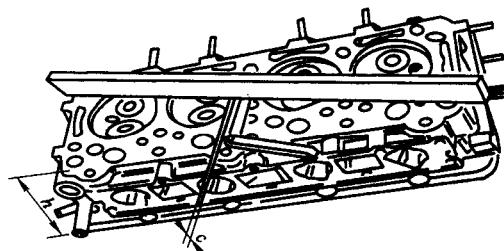

图 1-8 气缸盖变形量的测量
3) 在直尺或刀形尺与缸盖下平面间的缝隙处插入塞尺，塞尺所测数值即为缸盖的变形量(如图 1-8 所示)。